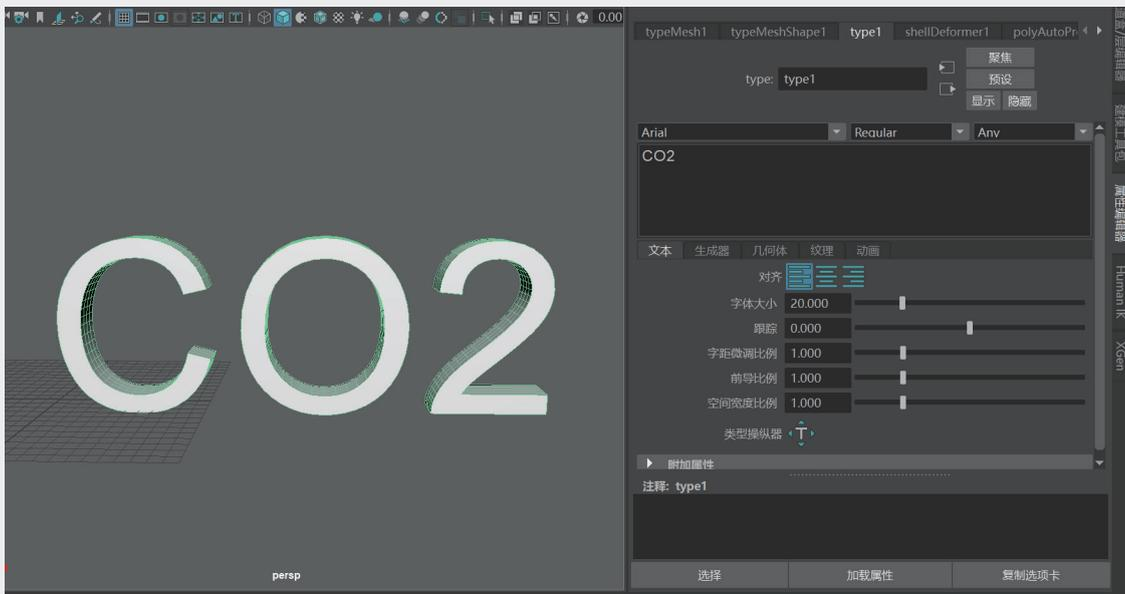

图3-40
**步骤3:** 将文字内容改为CO2，字体改为Arial，如图3-40所示。